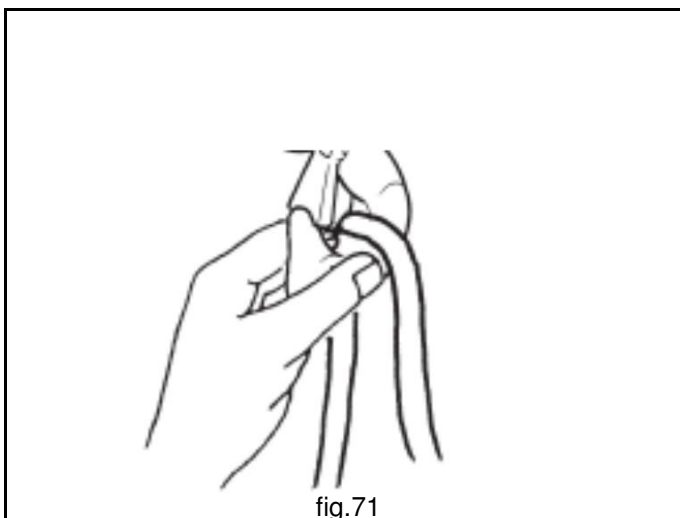

fig.71
- NUNCA** ponga las manos en las cadenas en movimiento, en las eslingas en fase de "tensado" en las zonas de contacto con la carga y entre gancho y eslingas (fig. 71).